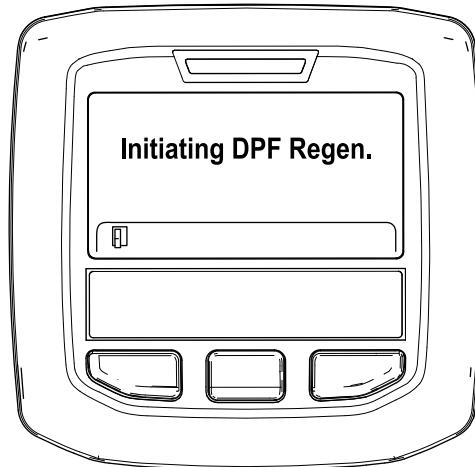

Bild 42
- Die Meldung „Initiating DPF Regen.“ wird angezeigt (Bild 42).